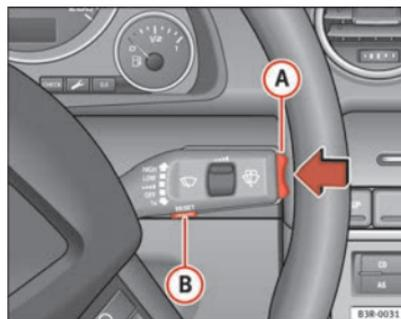

Fig. 58 Palanca del limpiaparabrisas: Interruptor-selector de funciones
- Pulse el conmutador-selector de funciones en la palanca del limpiaparabrisas **A** ⇒ página 86, fig. 58, en la parte superior o bien inferior, para modificar el valor programado. Un aumento o disminución de la velocidad podrá almacenarse a intervalos de 10 km/h.
- Pulse la tecla Reset dispuesta en la palanca del limpiaparabrisas **B** ⇒ página 86, fig. 58 hasta que aparezca tachado el símbolo de advertencia del límite de aviso 2.